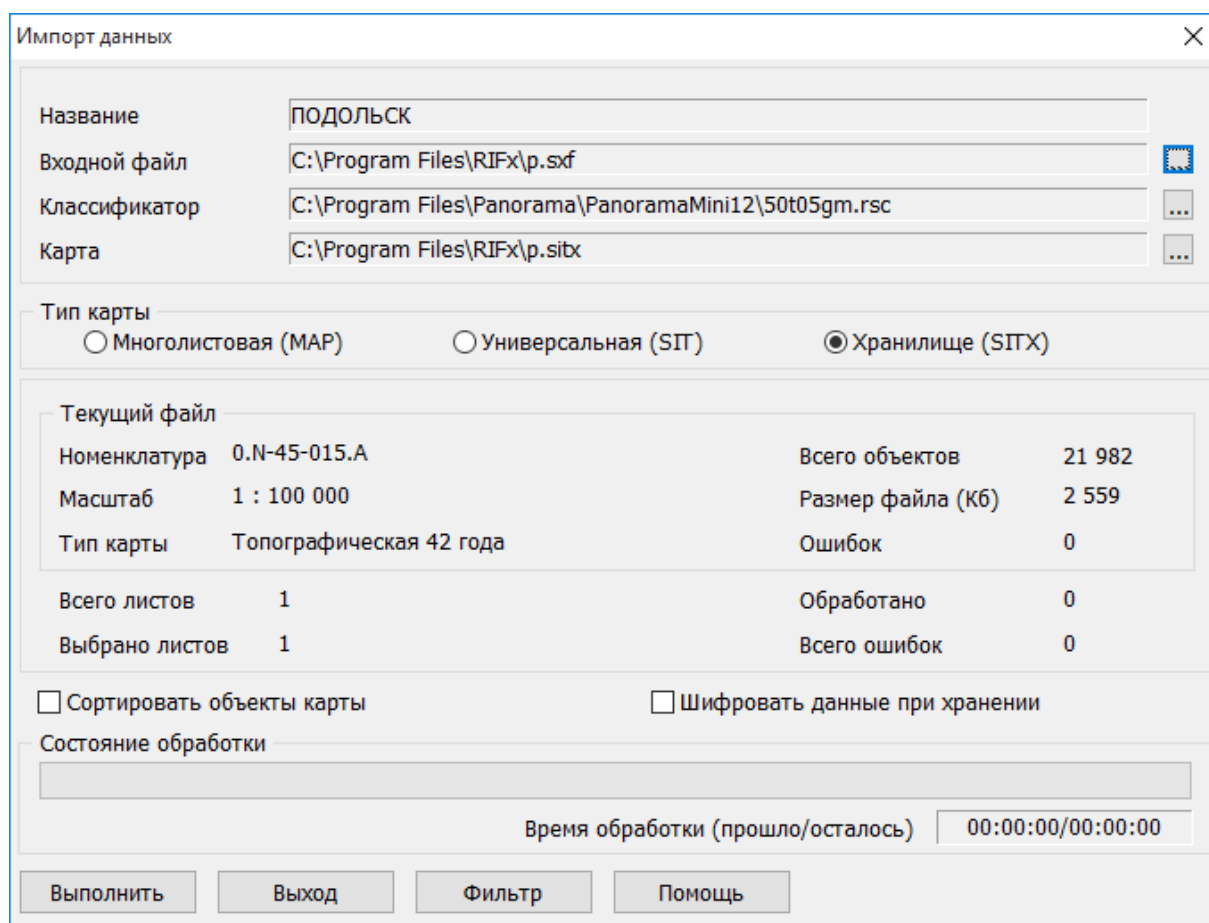

Рисунок 68.
- Нажать кнопку «Выполнить» (см. рисунок 68);